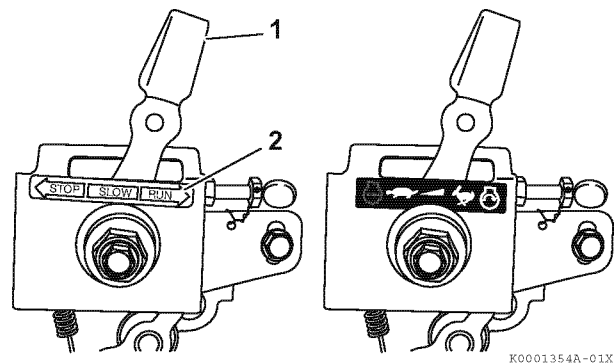

Abbildung 12
1. Falls die Motordrehzahlregelung **Abbildung 12** ähnelt, Drehzahlregelungshebel (1, **Abbildung 12**) auf Position RUN (2, **Abbildung 12**) schieben.